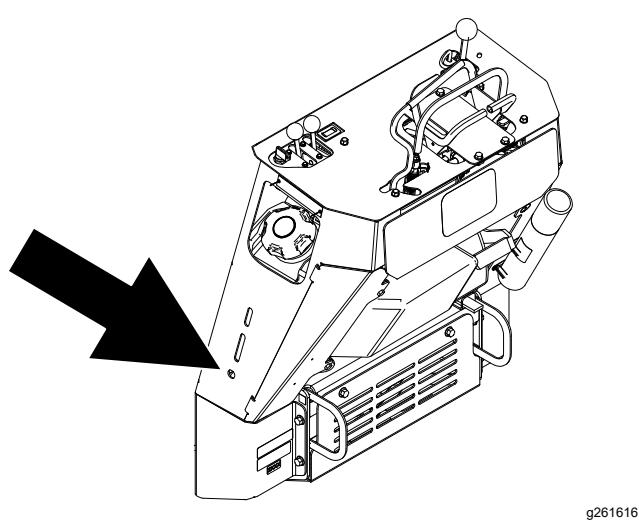

Bild 34
**Hinweis:** Sie können eine Ratschenverlängerung in dem in Bild 34 dargestellten Loch verwenden, um einen Ölfilterschlüssel zu aktivieren.